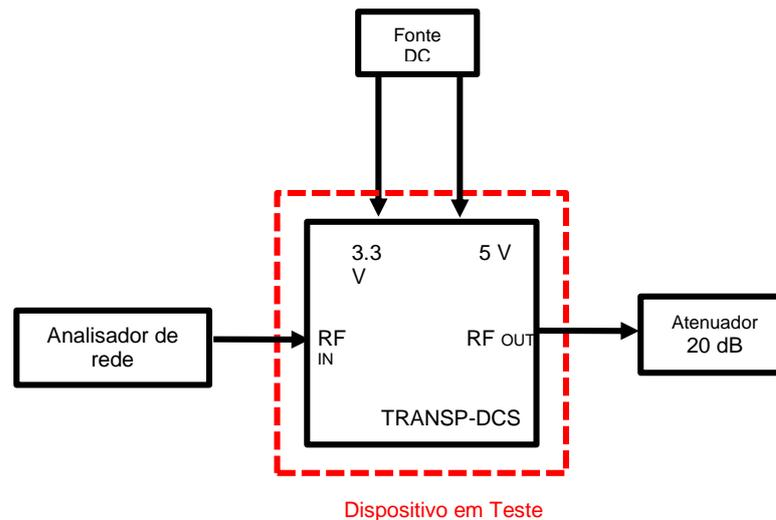

Figura 3.14.1 – diagrama de execução do teste de VSWR.
- 1) Realizar as conexões mostradas na Figura 3.14.1.